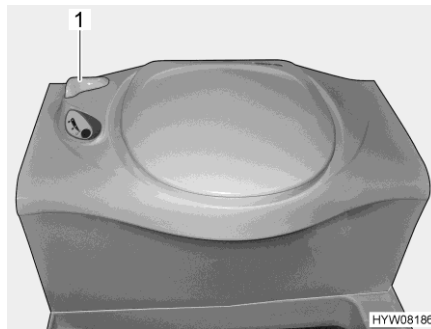

Bild 285 Thetford-toalett
- Öppna spjället på Thetford-toaletten före spolning. Därtill vrids spjällspaken (Bild 285,1) moturs.
- Efter spolning stängs spjället. Därtill vrids spjällspaken (Bild 285,1) medurs.